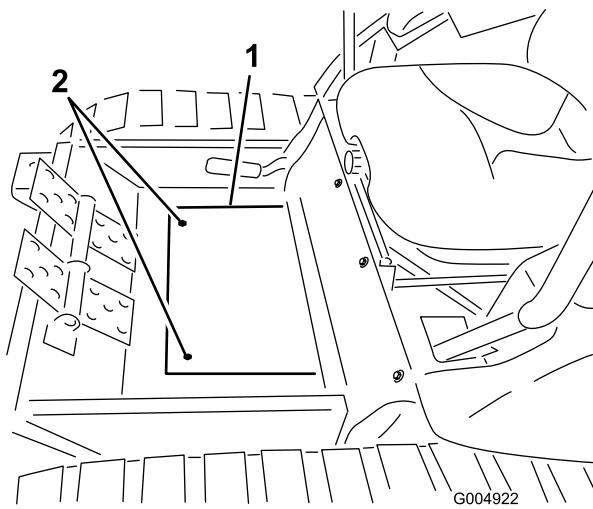

Bild 44
- Entfernen Sie die 2 Schrauben, mit der die Abdeckung der Bodenplatte am Boden befestigt ist, und nehmen die Platte ab (Bild 44).